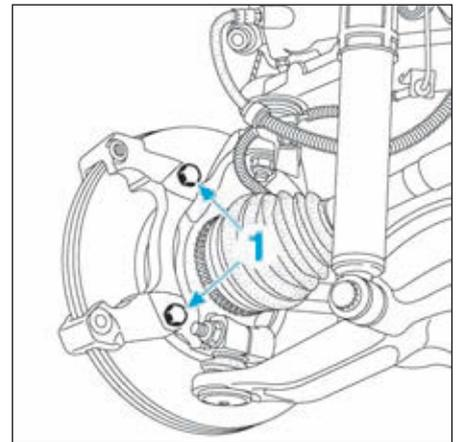

FIG.3
- les vis de fixation (1), puis le support d'étrier (Fig.3).